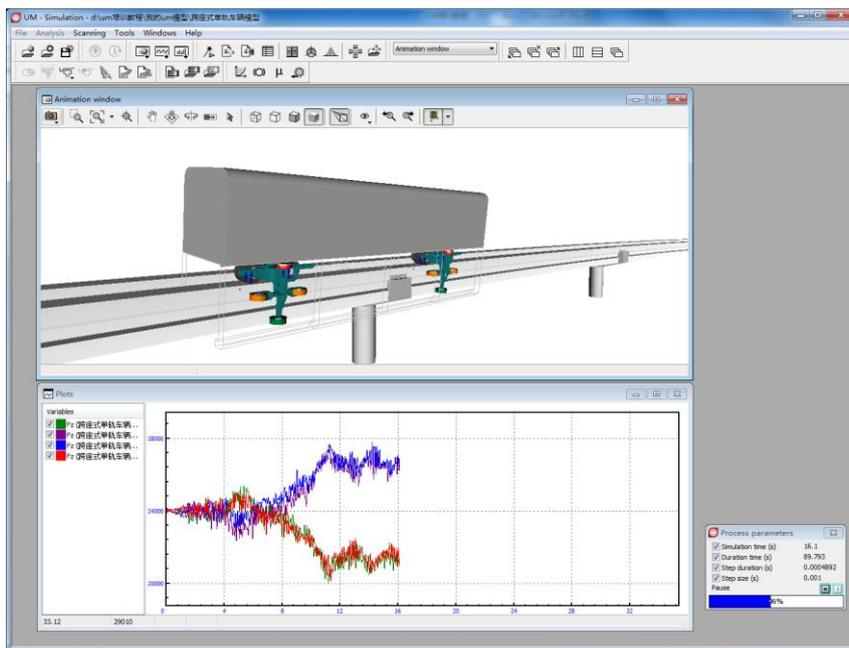

图 3-110
22) 仿真过程如图 3-110，如果将动画窗口最小化，计算会非常快。